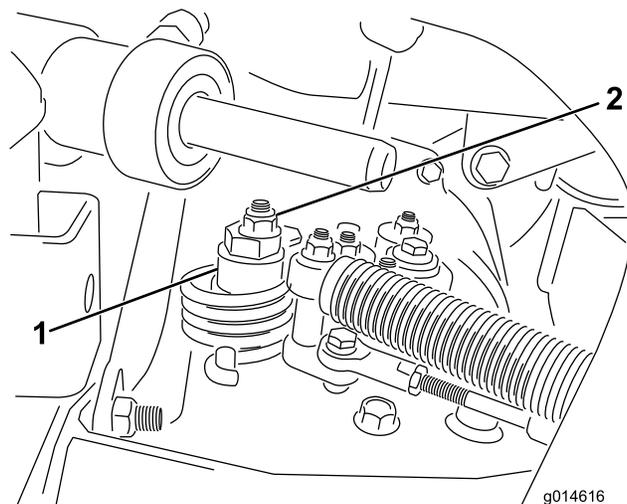

图47
- A. 松开将偏心螺栓固定到静液压泵顶部的螺母（图47）。
- C. 旋转偏心螺栓，直到不再出现任何方向的缓慢前移。当轮子停止旋转时，旋紧螺母，锁定偏心螺栓和调整（图47）。将油门移至“慢速”和“快速”位置，验证调节情况。